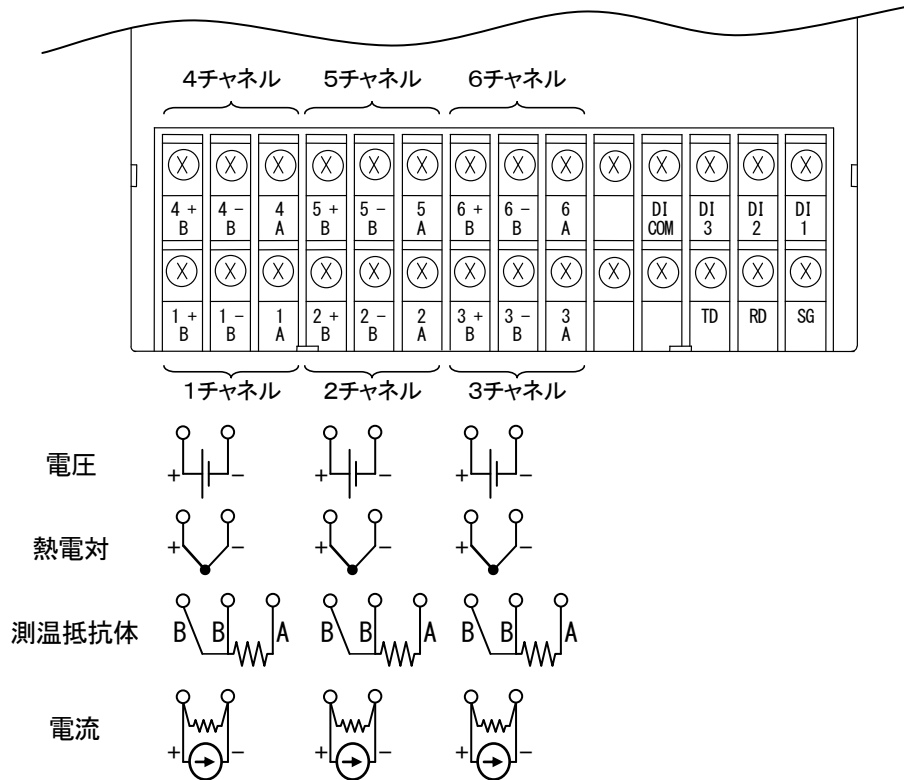
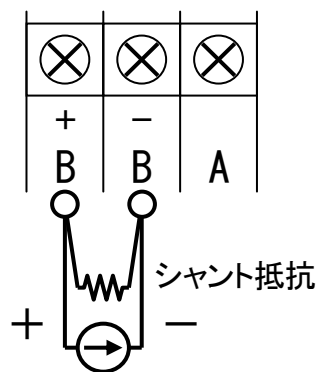

図 4.3 入力配線(各チャンネル配線位置)
図 4.5 入力の配線(測温抵抗体入力、mA 入力の場合)
- 2) 図 4.3(17 頁)、図 4.4、図 4.5(18 頁)の配線例に従い入力を配線します。